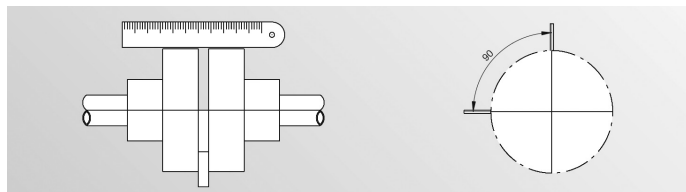

Figura 9 - Verificação das folgas axial e radial no acoplamento
1. Para verificar o alinhamento radial utilize uma régua metálica conforme Figura 9. Assente a régua no acoplamento no seu sentido longitudinal e veja se não existe passagem de luz entre a régua e o acoplamento. A folga radial máxima admissível é de 0,1 mm. Para alinhar o conjunto, se necessário, solte os parafusos que fixam o motor na base e calce-o. Depois de apertar os parafusos de fixação do motor na base, verifique novamente o alinhamento.
2. Utilizando um calibrador de lâminas, confira a folga axial do acoplamento de 90 em 90 graus, conforme Figura 9.
1. Marque uma linha de referência nas buchas de acoplamento conforme Figura 9.